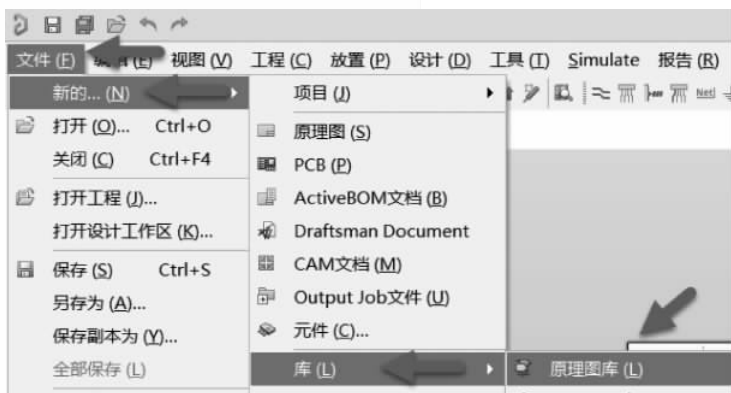

图 3-12 新建原理图库文件
(1) 如图 3-12 所示,执行菜单栏中“文件”→“新的”→“库”→“原理图库”命令,启动原理图库文件编辑器,并创建一个新的原理图库文件,命名为 Leonardo. SchLib。